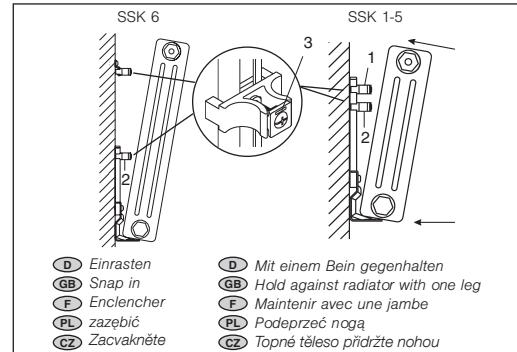

Abb. 2
D Abb. 2 Klemmhalter (1) und (2) in obere Position der Schiene schieben. Es ist darauf zu achten, daß der Schlitz im Klemmstück (3) vor dem Einsetzen des Heizkörpers horizontal ausgerichtet ist.
GB Fig. 2 Push in the clip holders (1) and (2) at the top of the rail. Make sure the slit in the clamping piece (3) is horizontal before putting on the radiator. Place the radiator on the bottom of the brackets and hold it with one leg so that it cannot slip off. Then press the radiator against the clip holders in the direction of the arrow until the clip holders snap in between the tubes.
F Fig. 2 Amener les queues de serrage (1) et (2) dans la position supérieure de la barre. Veiller à ce qu'avant